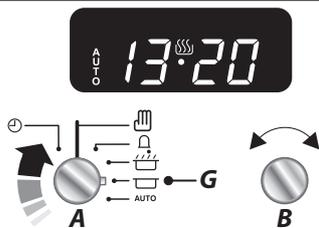

Fig. 2.6
2. Tournez le bouton de Réglage (B) pour définir la durée de cuisson souhaitée. L'écran affiche l'heure en cours, plus la durée de cuisson supplémentaire que vous avez définie (**Fig. 2.6**).